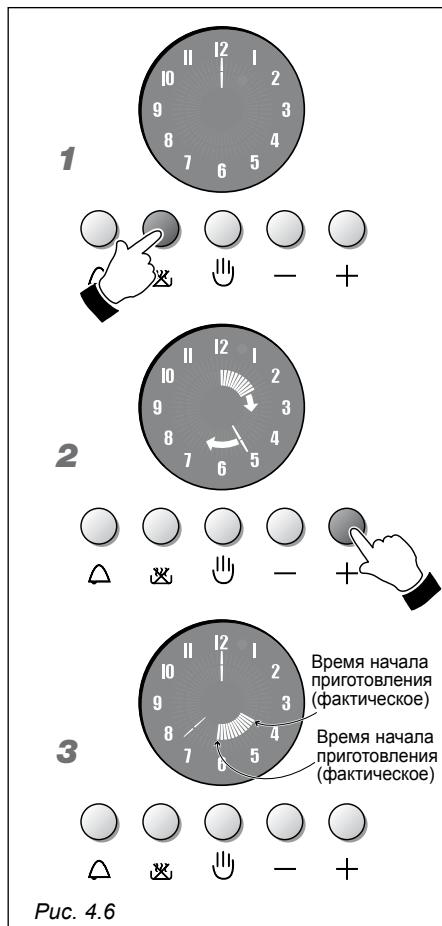

Рис. 4.6
ПОЛУАВТОМАТИЧЕСКОЕ ПРИГОТОВЛЕНИЕ (Рис. 4.6)
1. Рис. 4.6 – Для того чтобы задать время приготовления (не более 6 часов), нажмите на кнопку , светящиеся стрелки электронных часов погаснут, и загорится светящаяся стрелка, указывающая на 12.
2. Рис. 4.6 – В течение 7 секунд нажмите на кнопку  , на дисплее загорится другая светящаяся стрелка (как секунды и минуты). Каждому увеличению на одну дополнительную стрелку внутреннего круга соответствует одна минута. Более того, по прошествии каждого 12 минут загорается светящаяся стрелка внутреннего круга (5 светящихся стрелок соответствуют часу). Для уменьшения необходимого времени нажмите на кнопку .
3. Рис. 4.6 – Через 7 секунд автоматически загорятся стрелки внутреннего круга, на дисплее будет указано оставшееся время приготовления.
АВТОМАТИЧЕСКОЕ ПРИГОТОВЛЕНИЕ (Рис. 4.6)